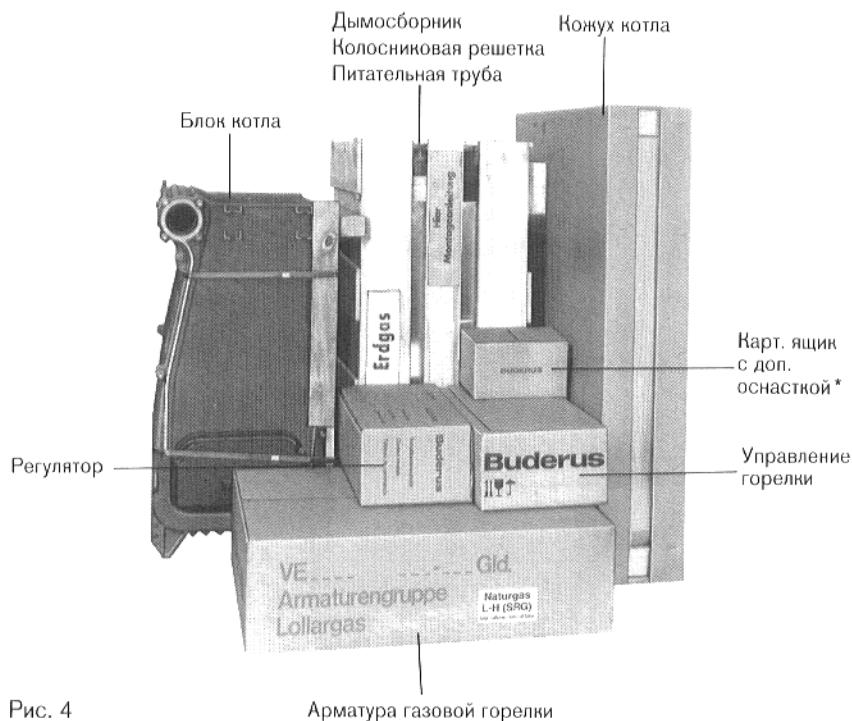

Рис. 4
a) Блок котла в собранном виде (рис. 4)